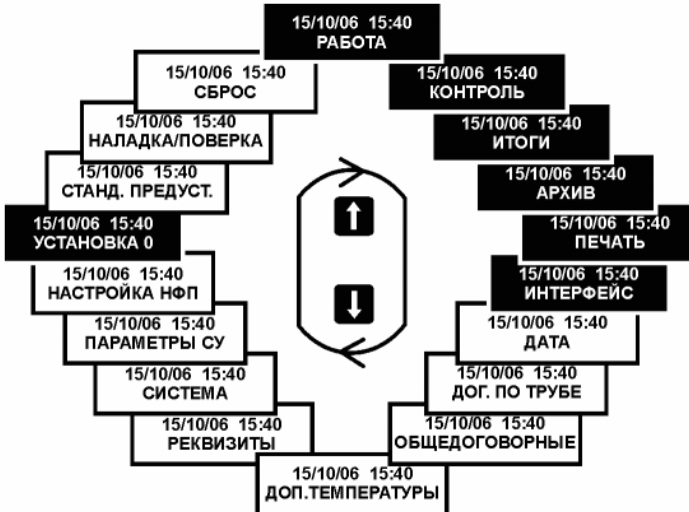

Рисунок 3 – Структура меню тепловычислителя ВКТ–5
- 1) **меню 1–го уровня** (рисунок 3) позволяет выбрать тип настроечных параметров, подлежащих установке, или тип параметров теплотребления, подлежащих рассмотрению;